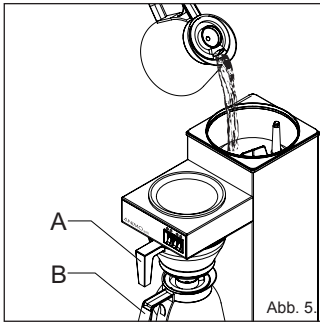

Abb. 5.
Vor der Inbetriebnahme der B100 muß der Heißwasserspeicher mit Wasser gefüllt werden (Abb. 5).
- ± 3 Liter Wasser (2 volle Kannen) in den Kaltwasserbehälter füllen (siehe Abb. 5).
- Eine Kanne kaltes Wasser in den Wasserbehälter gießen (siehe Abb. 5). Der Brühvorgang wird jetzt gestartet.